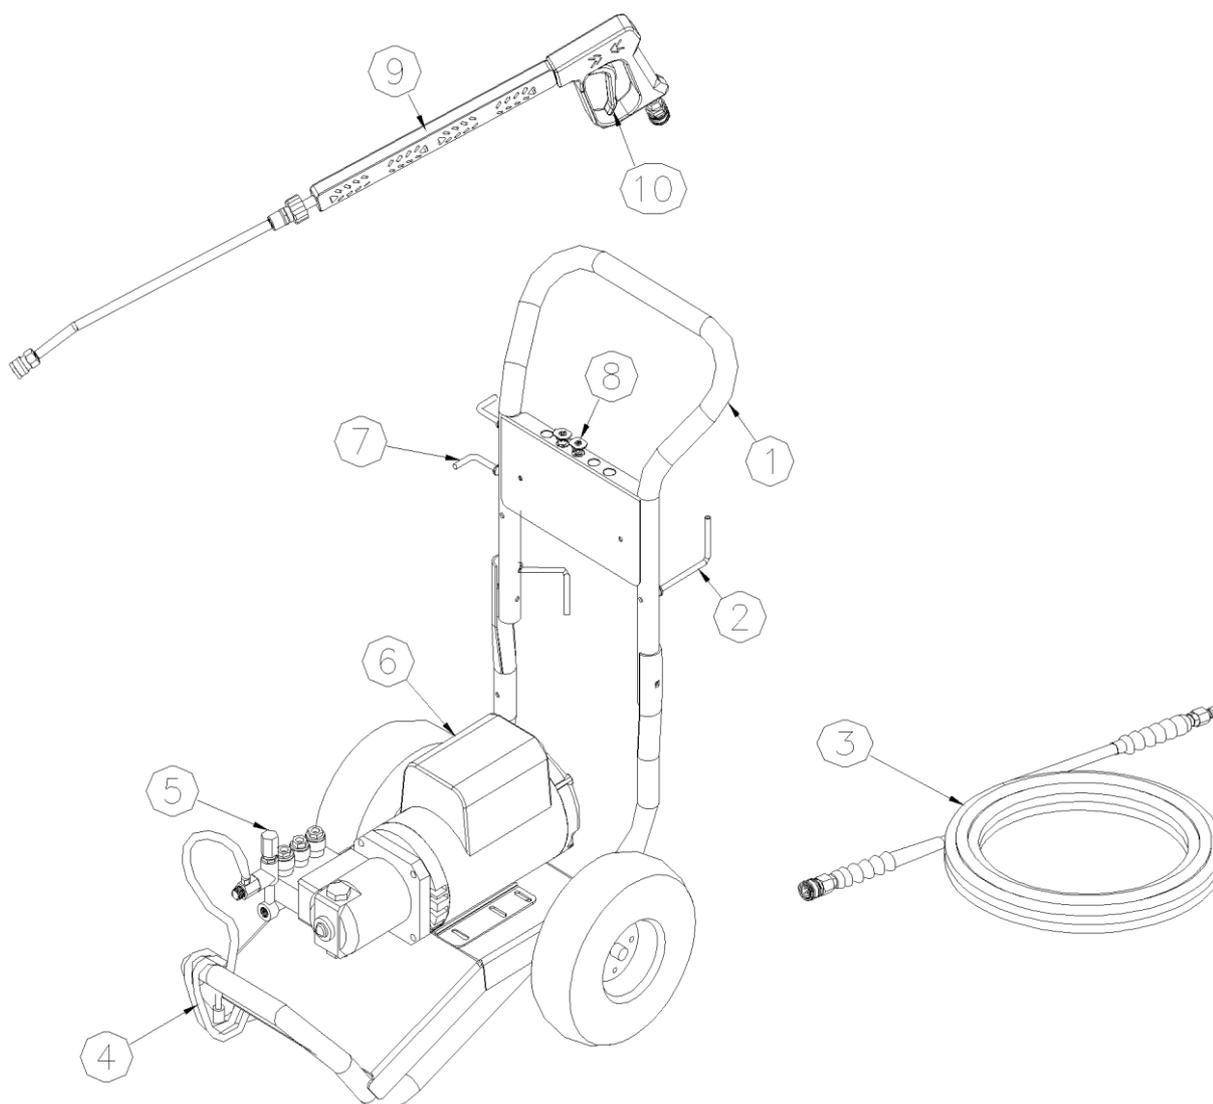

Рис.1
1.2.2. На рис.1 представлен внешний вид аппарата «Посейдон ЕЗ-210-10» в базовой комплектации «Gun»